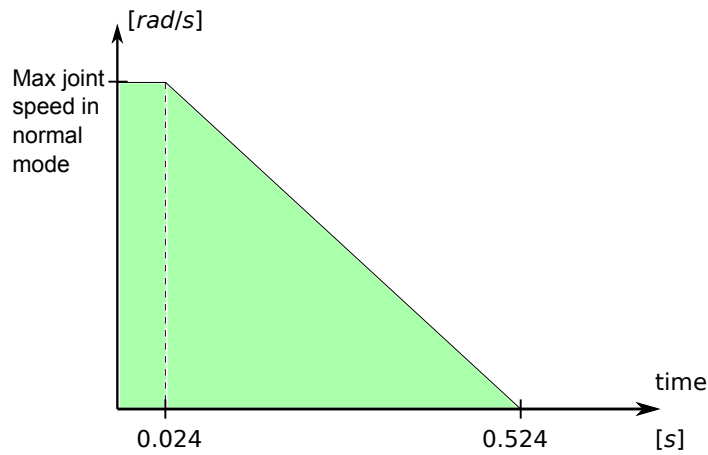

图 2.2: 斜坡下面的绿色区域即制动过程中允许的关节速度。在 0 点处, 安全处理器检测到一个事件 (紧急停止或防护停止)。减速从 24 ms 后开始。
1. 安全系统监控是否在 24 ms 内启动制动, 参阅图 2.2。